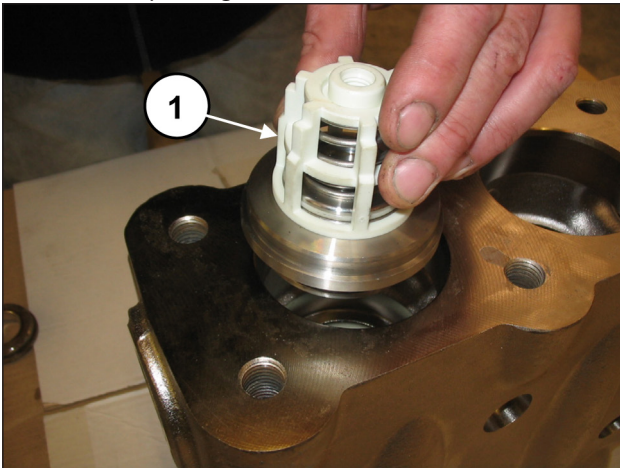
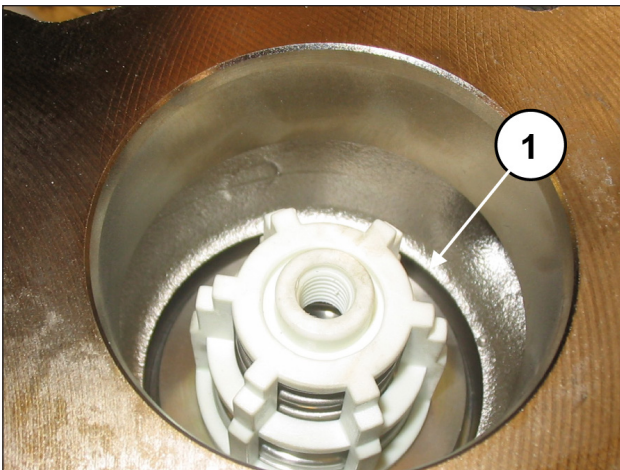

Fig. 124
Fig. 125
Insérer le groupe soupape de refoulement (rep. ①, Fig. 124). Pousser à fond le groupe soupape qui devra se présenter comme suit, rep. ①, Fig. 125.